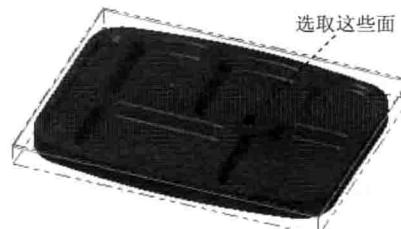

图 1.6 选取加工面
(1) 选取加工面。在图形区中选取图 1.6 所有的所有面（共 131 个面），然后按 Enter 键，系统弹出“刀具路径的曲面选取”对话框。